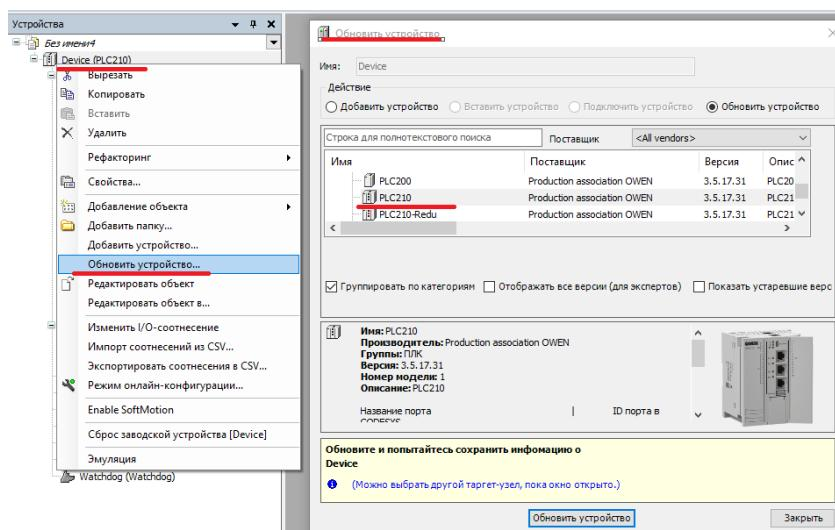

Рисунок 2.44 – Внешний вид окна обновления устройства
**Настройка связи между ПЛК и CODESYS.** Узел «Device» (который определяется соответствующим таргет-файлом) должен соответствовать модели подключаемого контроллера. Если был выбран неподходящий тип контроллера – то его можно изменить, нажав в дереве проекта правой кнопкой мыши на узел «Device» и использовать команду «Обновить устройство» (рис. 2.44).
следует нажать кнопку «Обновить устройство» и закрыть окно (рис. 2.44). В дереве проекта у узла «*Device*» отобразится название выбранного контроллера.